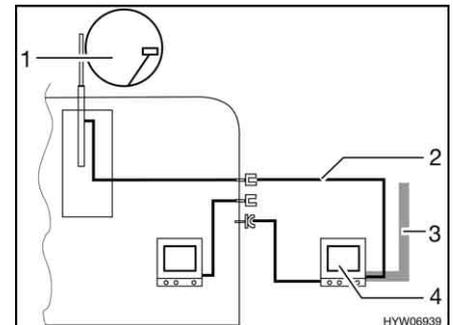

Bild 119 TV im Vorzelt
- TV im Vorzelt (Bild 119,4): Anschluss an Dachantenne (Bild 119,1) mit Verbindungskabel (Bild 119,2)
- TV im Vorzelt (Bild 119,4): Anschluss an externe Antenne (Bild 119,3)